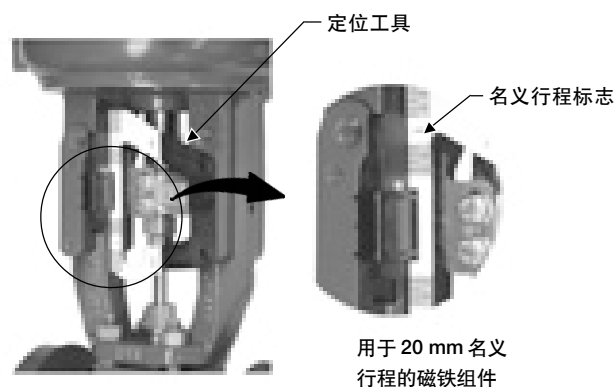

图 2-9. 用于气关式费希尔 GX 的磁铁组件的调整
3. 找到与阀门实际行程对应的上端行程刻度。如图 2-9 所示。